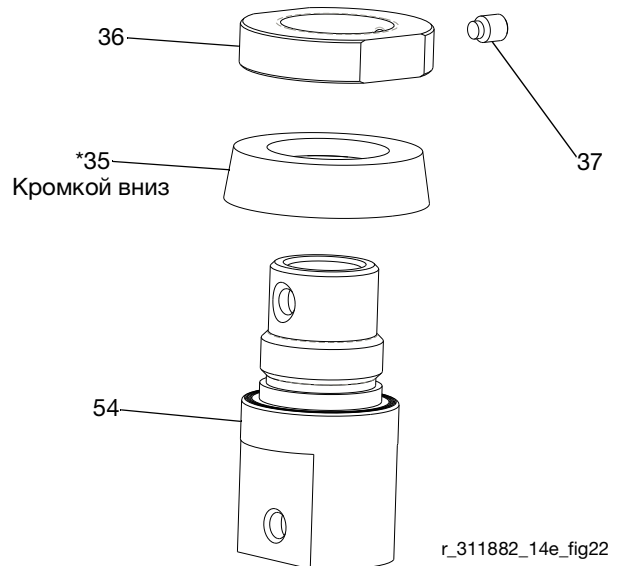

Рис. 22
11. Ослабьте стопорный винт (37) на хомуте (36). Снимите хомут с корпуса поршня (54). Снимите U-образное уплотнение (35*). Осмотрите все детали на наличие повреждений. См. Рис. 22.